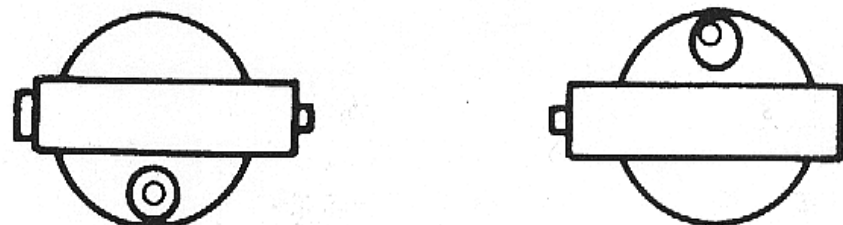

Рисунок 8
- Если это не так, то нужна юстировка (рис.8)